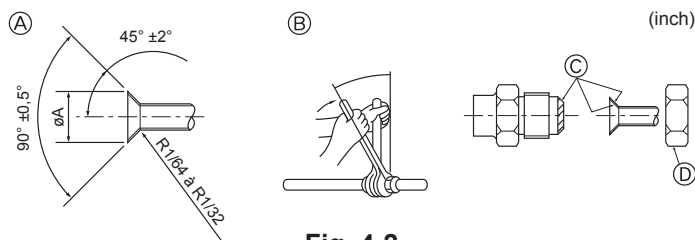

Fig. 4-2
4.2. Connexion des tuyaux (Fig. 4-2)